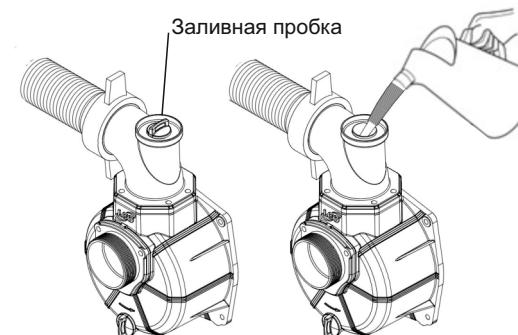

Рисунок 11
- в корпус насоса через воронку залейте холодную чистую воду до полного заполнения внутренних полостей насосной части (примерно 2 литра), признаком полного заполнения внутренних полостей насосной части является отсутствие выходящих пузырьков воздуха из корпуса насосной части (рис. 11);